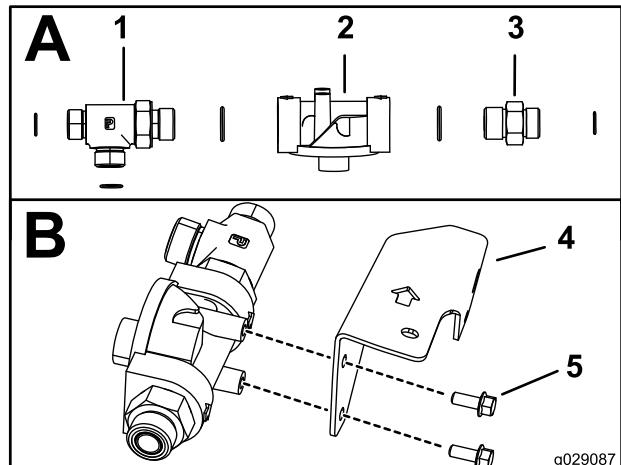

Bild 11
1. Befestigen Sie das T-Anschlussstück (5/8" x 5/8" x $\frac{3}{4}$ ", Außengewinde), das Adapteranschlussstück (5/8" x $\frac{3}{4}$ ", Außengewinde) und die O-Ringe am Filterkopf, wie in Abschnitt A in Bild 11 abgebildet.
2. Montieren Sie den Filterkopf mit zwei Schrauben ($\frac{1}{4}$ ") an der Filterkopfhalterung, wie in Abschnitt in Bild 11 abgebildet.